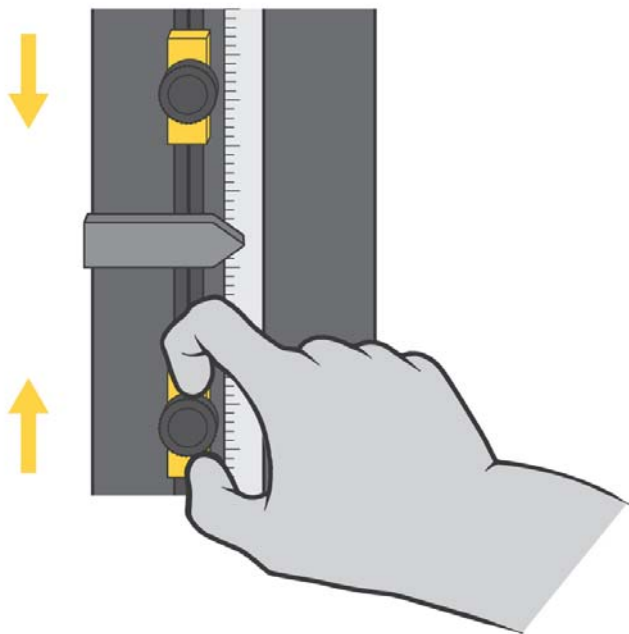

図 29. リミット ストップの設定
クロスヘッドのリミットストップは、117 ページの図 29 に示すように、試験機のコラム内にあるリミットスイッチ ロッドに取り付けられている調整可能な 2 つのブロックです。リミットストップ (1 および 2) には手で締めたり緩めたりするちょうねじが付いており、リミット ロッド上の任意の位置に移動することができます。クロスヘッドオーバートラベルを防ぐには、試験パラメータを少し越えた所にこれらのストップを位置決めしてください。クロスヘッドが最大プリセットトラベルに達すると、リミットスイッチアクチュエータ (3) がこれらのストップの 1 つと接触します。リミットアクチュエータとリミットストップ間の接触によりリミットスイッチ ロッド (4) が移動し、リミットスイッチが作動します。これによりクロスヘッド動作は停止します。